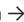

Fig. 120 En el vano motor: tapa del depósito del lavacristales. ▶
- El depósito del lavacristales se reconoce por el símbolo  que hay sobre la tapa → fig. 120.